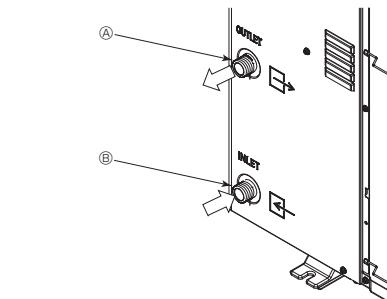

Fig. 6-1
6.1. Σύνδεση σωληνώσεων νερού (Fig. 6-1)
- Η θέση των σωλήνων εισαγωγής και εξαγωγής φαίνεται στην Fig. 6-1.
[Fig. 6-1]